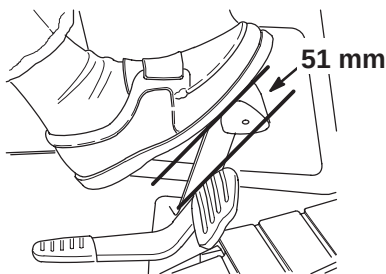

Figure 36
3. Appuyez sur la pédale de frein. La course libre de la pédale avant le serrage du frein doit être égale à 51 mm (Fig. 36).